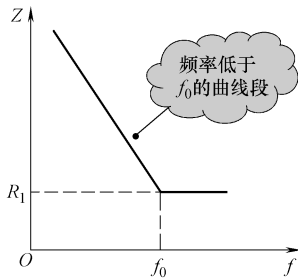

图 9-28 输入信号频率低于转折频率时示意图
(2) 输入信号频率  $f < f_0$  情况。如图 9-28 所示是输入信号频率低于转折频率时示意图, 当输入信号频率  $f < f_0$  时, 由于交流电的频率低了, 电容  $C_1$  的容抗大了, 大到与电阻  $R_1$  的值相比较不能忽略的程度, 所以此时要考虑  $C_1$  容抗的存在。